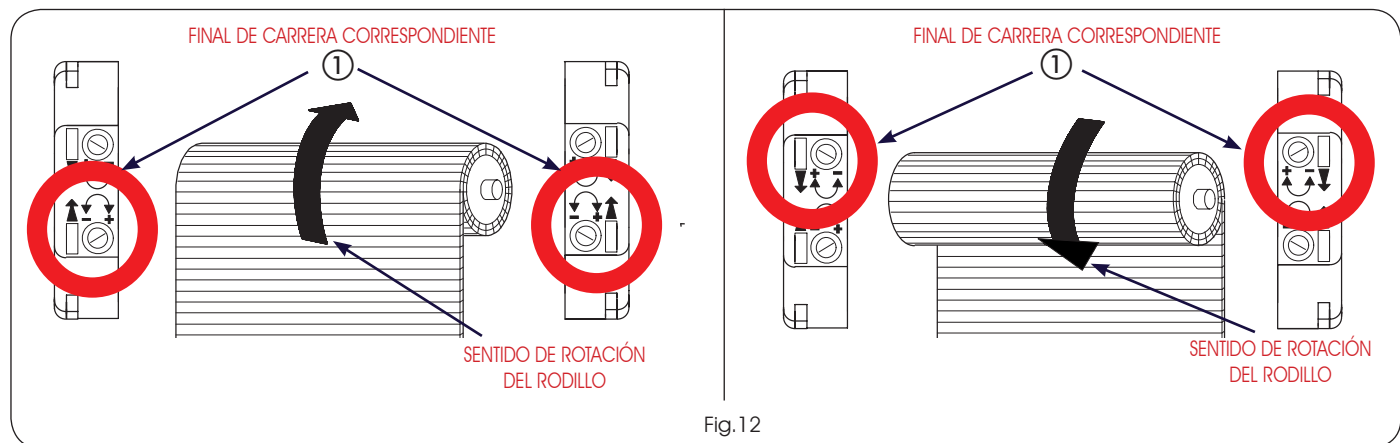

Fig.12
- 2) Con el útil de regulación, gire el tornillo del final de carrera correspondiente al sentido de rotación de subida del rodillo (Fig.12 ref.①), hacia el signo "más" (+) para aumentar la carrera de la persiana, y hacia el signo "menos" (-) para disminuirla.